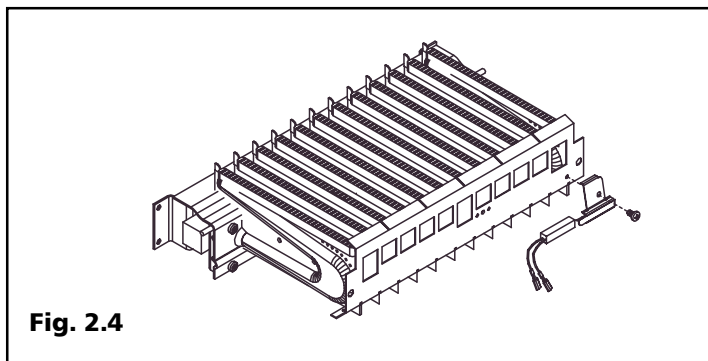

Fig. 2.4
2.3 Bruciatore - Termostato bruciatore (Fig. 2.4)